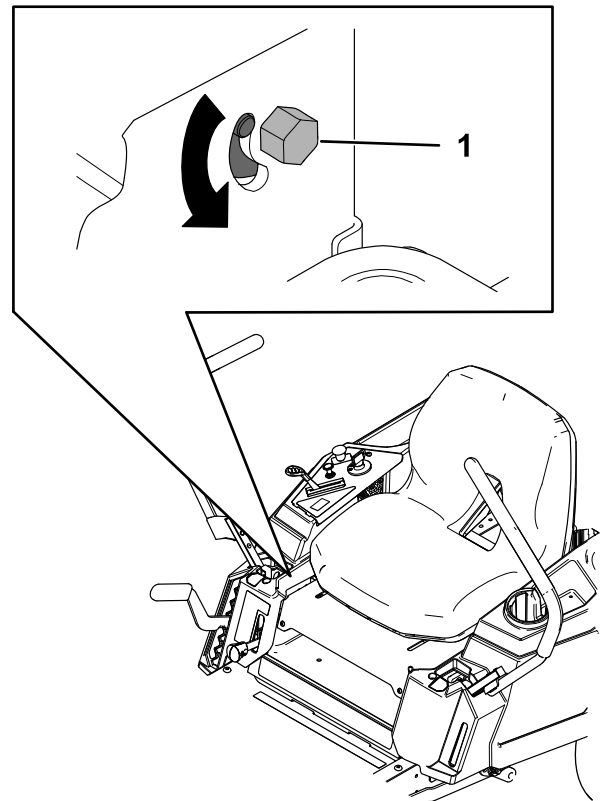

Figura 54
- Localice el perno de ajuste de la dirección junto a la palanca de control de movimiento en el lado concreto que necesite ajuste (Figura 54).